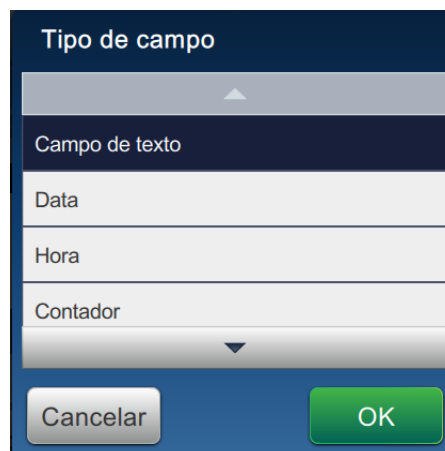

Figura 5-4: Adicionar opções de campo
7. Toque no botão  e selecione as opções necessárias para adicionar campos, como mostra a Figura 5-4.
1. Toque no botão  e selecione *Texto*, como mostra a Figura 5-4 na página 5-3.